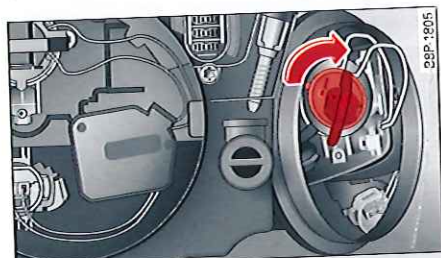

Fig. 215 Boîtier de l'ampoule : mise en place de l'ampoule
- ▶ Mettez en place l'ampoule de telle sorte que l'ergot de la fiche soit approximativement orienté sur la position 10 heures ⇒ fig. 215 ⇒ ⚠ au chapitre Remplacement des ampoules à la page 216.